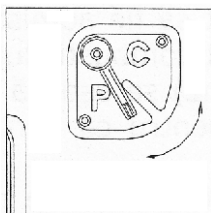

Fig. 2
Pozițiile mânerului clapetă (12) sunt, în funcție de utilitățile dorite, următoarele (Fig.2):